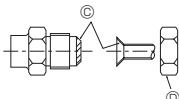

Fig. 5-1
Ⓐ (Fig. 5-1)
Ⓑ (Fig. 5-1)
5.2. Tubos de ligação (Fig. 5-1)